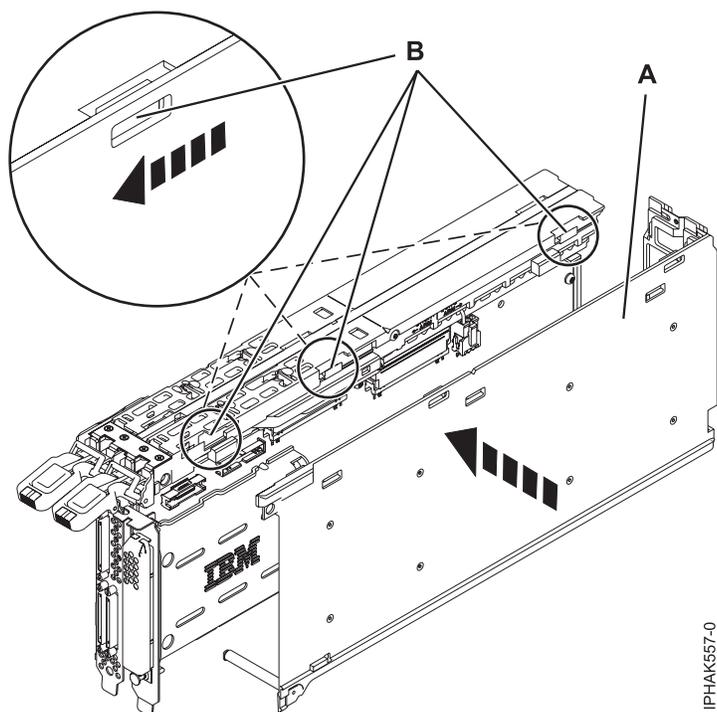

Figura 58. Instalando a tampa
6. Instale a tampa: Consulte Figura 58.